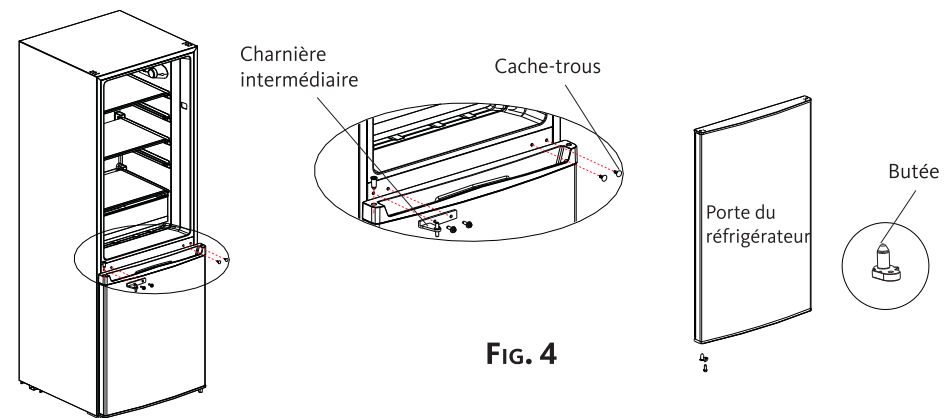

FIG. 4
5. Remplacez la porte du compartiment congélateur en la plaquant contre l'appareil. Remplacez la charnière intermédiaire et les cache-trous (fig. 4). Veillez à bien aligner la porte par rapport à l'appareil. Démontez la butée située sous la porte du compartiment réfrigérateur (fig. 4) et remontez la butée fournie dans le sachet des accessoires de l'autre côté.